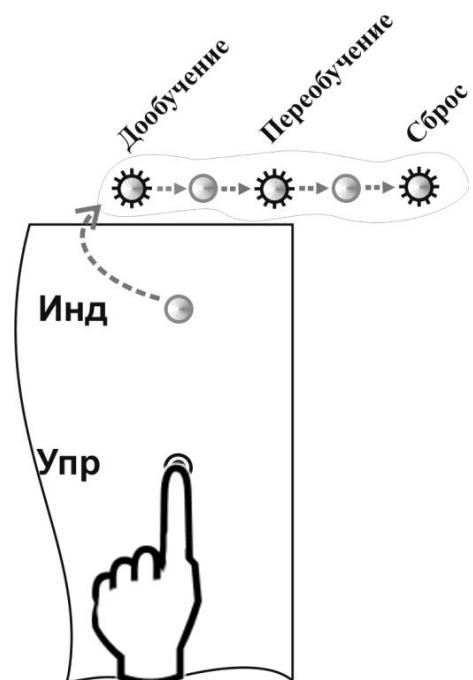

Рис. 11.2
11.4.1 Выбрать режим обучения, руководствуясь пояснениями п. 6.4.5. Оператору у БПУ включить выбранный режим обучения, руководствуясь п. 6.4.6 и рис. 11.2. Для этого нажать и удерживать соответствующую кнопку «Упр...» до 1-го (ДООБУЧЕНИЕ) или 2-го (ПЕРЕОБУЧЕНИЕ) включения индикатора и отпустить кнопку. Если не отпускать кнопку после 3-го включения индикатора, он так и останется включенным, а извещатель - в режиме ожидания сброса (начальной установки), который произойдет сразу при отпускании кнопки.